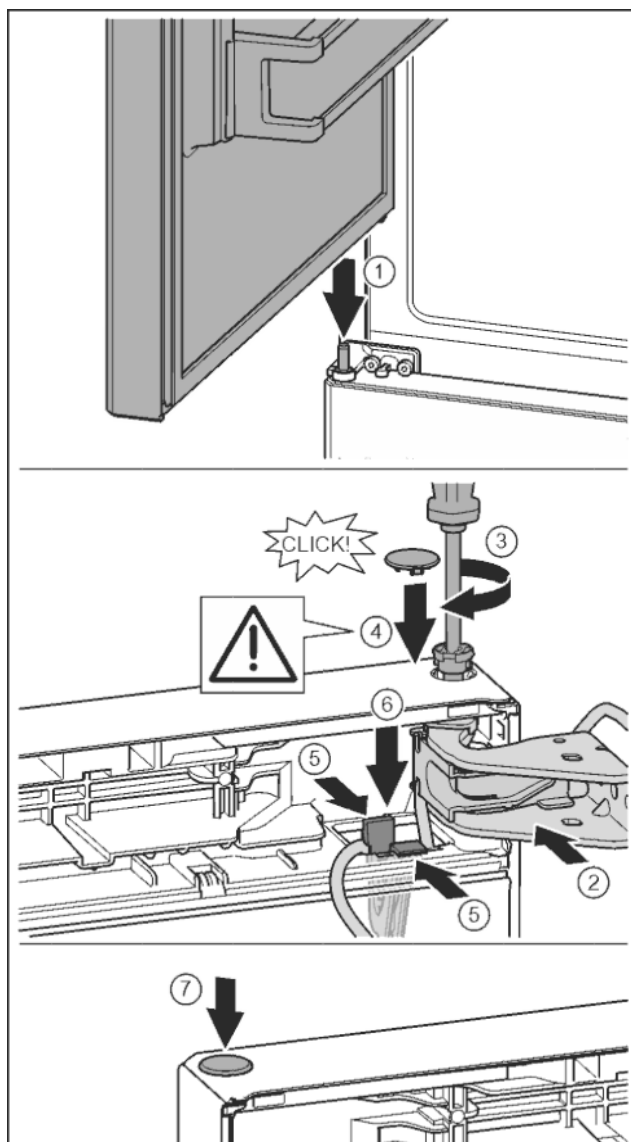

Fig. 38
- Дверь сверху выровнять по отверстию в опорном кронштейне. (1)
- Вставить палец и затянуть отверткой T15. Fig. 38 (4)
- Установить предохранительную крышку для защиты двери: вставить предохранительную крышку и проверить, прилегает ли она к двери. В ином случае вставить палец полностью. Fig. 38 (5)
- Вставить заглушку. Fig. 38 (7)